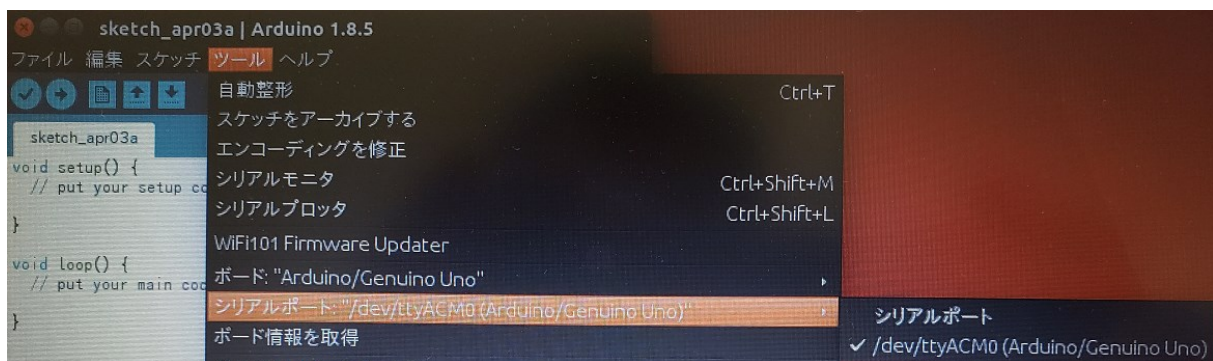

図 2.18 シリアルポートの設定 (/dev/ttyACM0 を選択)
- ① Arduino UNO マイコンボードとパソコンを USB ケーブルで接続する。
- ② Arduino IDE の「ツール」→シリアルポートを選択し、Arduino UNO が接続されているポート(/dev/ttyACM0)を選択する。選択されたポートには「✓」が記される（図 2.18）。